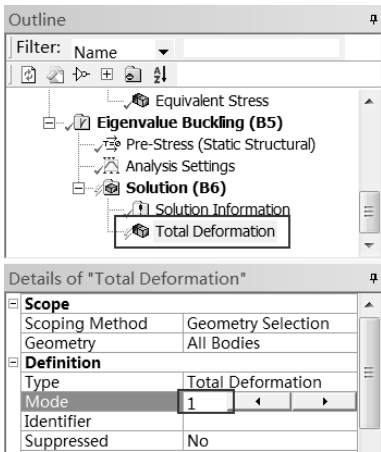

图 14-80 设置阶数
Step3：选择 Solution 工具栏中的 Total Deformation（总变形）命令，在如图 14-80 所示的 Details of “Total Deformation” 面板 Definition 下的 Mode 中输入 1。